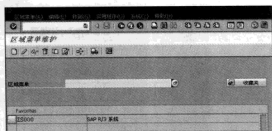

图 14-18 “区域菜单维护”界面
STEP 1 在菜单栏中选择“工具→ABAP 工作台→开发→其他工具→区域菜单”选项，或者直接在命令栏中输入“SE43”或“SE43N”命令，弹出“区域菜单维护”界面，如图 14-18 所示。